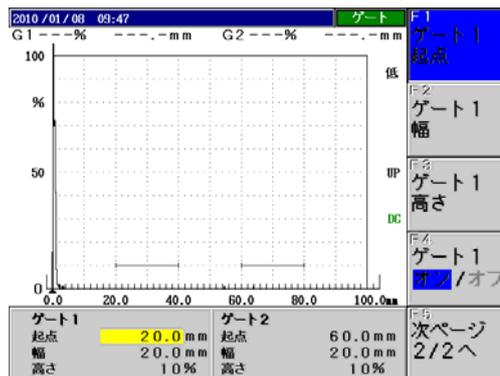

図2 ゲートの調整
- ①初期画面は、ゲート1（黄色）とゲート2（紫）が表示されており、**3** DEF キーを押すとゲート1が、**6** MNO キーを押すとゲート2を調整することができる。
- ②ゲートの高さや位置を変えるには、**3** DEF キーを押すと各項目が表示され、ゲート起点は **F1** を、ゲート幅は **F2** を、高さは **F3** を押して **↑** **↓** キーで変更することができる。（図2参照）